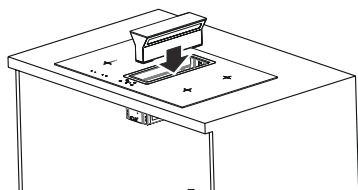

Fig. 13
- 8.** Sæt nu belysnings delen tilbage ind i beholderen ved at trykke den forsigtig ned. Når den trykkes nok ned vil den blive låst fast. (Fig. 13).